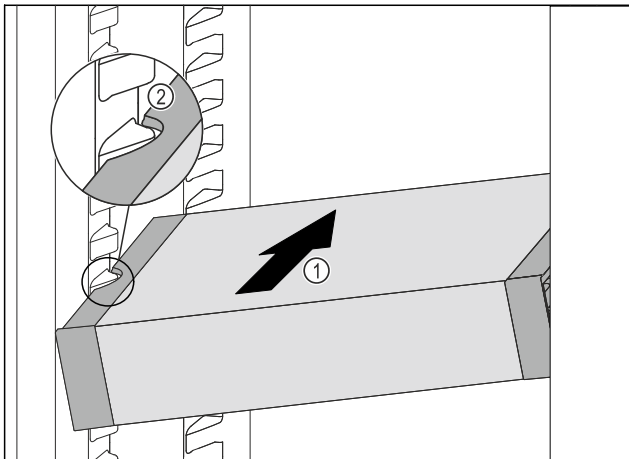

Fig. 92
- ▶ Вкарайте VarioSafe под ъгъл в хладилната част Fig. 92 (1), докато страничните прорези Fig. 92 (2) на VarioSafe се намират на височината на реброто на съда в хладилната част.